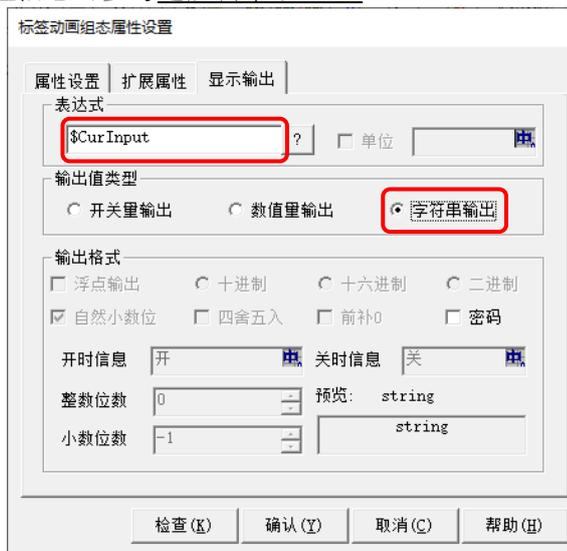

图 2.3-11 系统变量关联
- ② 如图 2.3-11 所示,在【显示输出】→【表达式】，输入系统变量“\$CurInput”，【输出值类型】选择字符串，设置完成后点击【确认】。此时运行工程，通过输入构件激活【数值键盘】窗口，该标签构件将显示：激活的输入键盘输入的当前值。